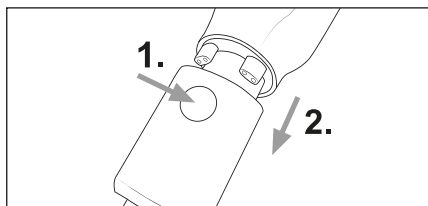

Fig. 12
- ◆ Per rimuovere la spazzola combinata 2 in 1 **13**, tenere premuto il tasto di sblocco della spazzola combinata 2 in 1 **13** e sfilarla dal tubo di aspirazione **23** oppure dall'apertura di aspirazione dell'apparecchio (vedere fig. 12).